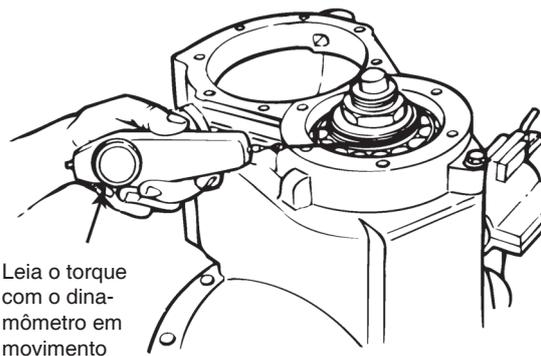

Figura 5.17
3. Puxe a balança dinamométrica e o cordão na direção horizontal enquanto você lê o valor indicado na balança. Figura 5.17.